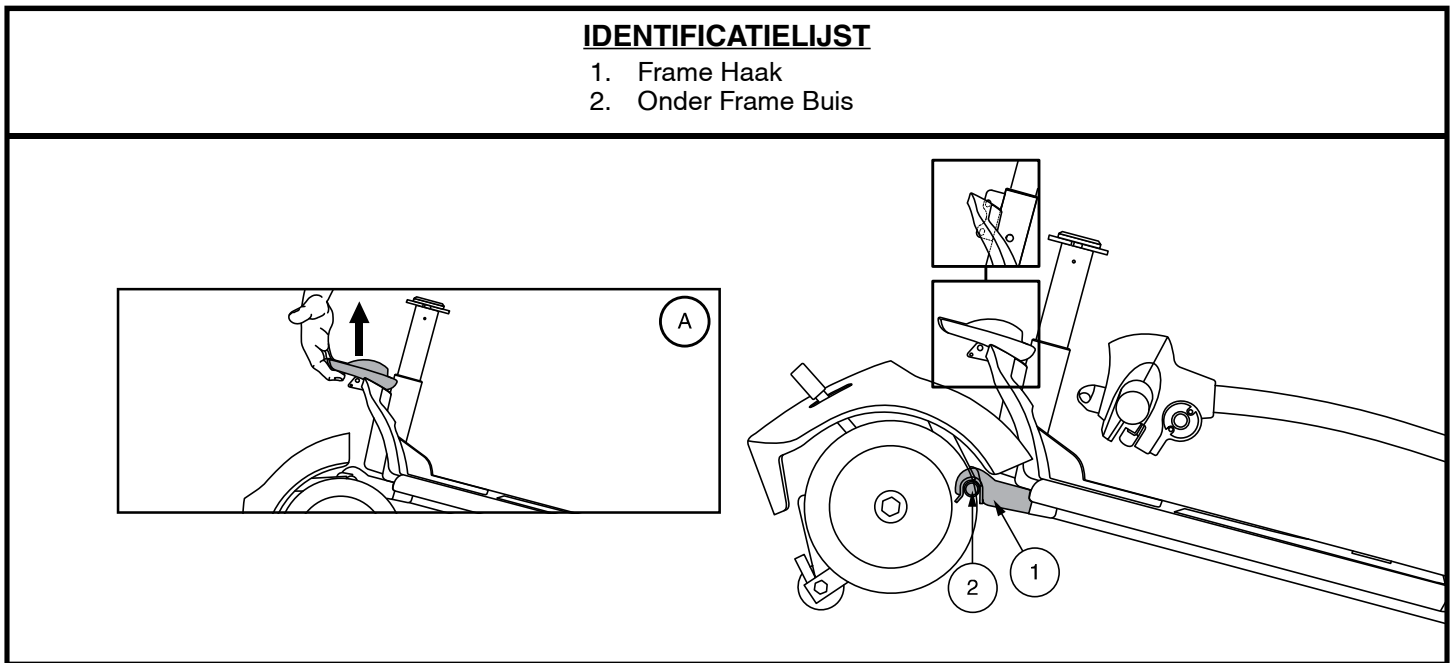

Figuur 18. Stuurkolom
1. Verwijder de sleutel uit de sleutelschakelaar en vergrendel de stuurkolom vervolgens in de rechttuitstand door de stuurkolomvergrendelingsknop in te drukken en 90° rechtsom te draaien. **Zie figuur 18.** Het voorwiel moet naar voren wijzen om de helmstok te vergrendelen.
6. Ontgrendel het voorwiel door de stuur vergrendelingsknop met 90° tegen de klok in te draaien. **Zie figuur 18.**